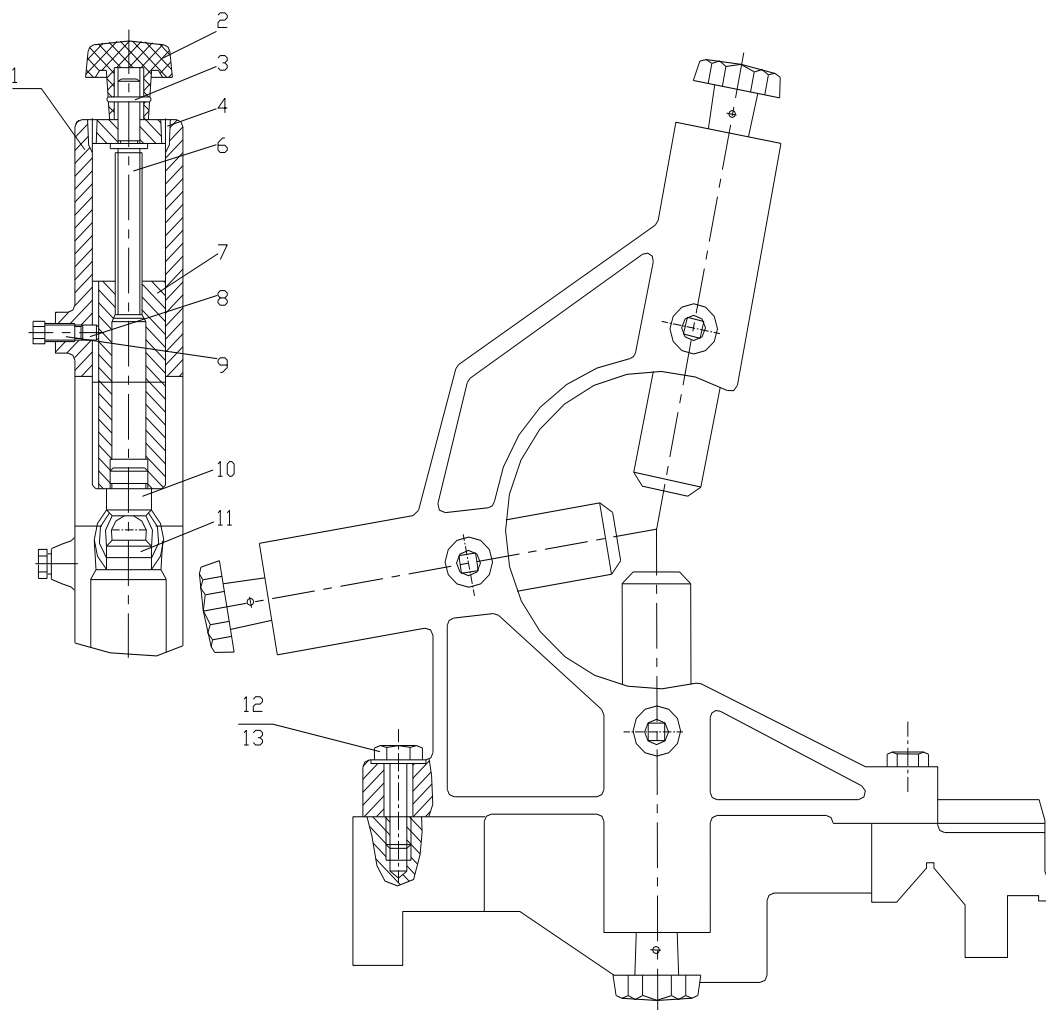
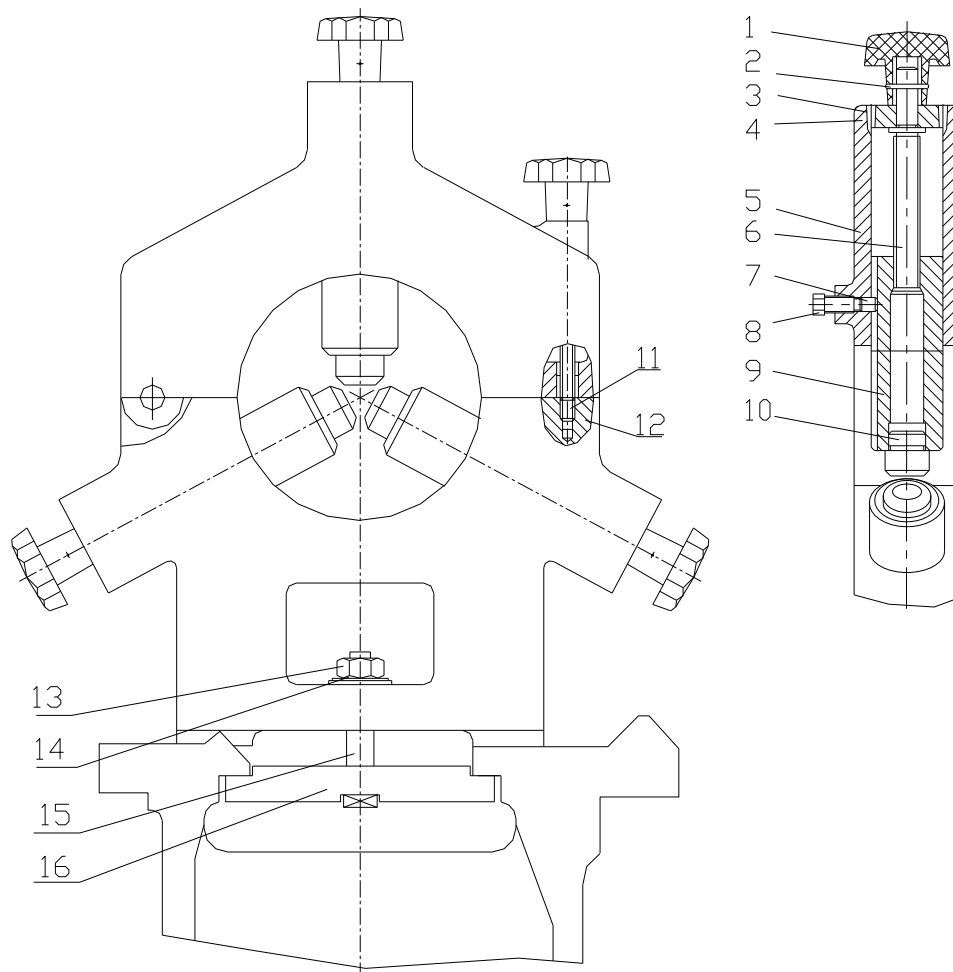

Fig.13.4.1
Fig.13.4.2
13.4.Lünetten. (Fig.13.4.1 und Fig.13.4.2)
Die bewegliche Lünette (fig.13.4.1) wird fest zum Supportbrett mittels Bolzen 12 gefestigt. Die Teile werden gestützt, indem man die Bolzen 9 1-2 Umdrehungen abschraubt; mittels der Griffen 2 und der Stiften 6 werden die Pinolen 7 zu den Teilen verschoben, bis die Stützen 10 auf dem Teil stützen. In dieser Position werden die Pinolen fixiert und die Bolzen 9 angeschraubt.
Die feste Lünette fig.13.4.1 wird zu den Parallelen des Körpers mittels Lasche 16, Bolzen 15 und Mutter 13 befestigt. An der so befestigten Lünette werden auf im voraus gewählten Stelle längs des Bettes die Bolzen 8 um 1-2 Umdrehungen abgeschraubt, die Pinolen 9 werden bis Endposition herausgenommen. Der Oberteil der Lünette wird vom Stativ losgelöst, indem den Stift 11 mit dem Griff abgeschraubt wird und nach hinten geöffnet. Nach Befestigung des Teils wird der Oberteil geschlossen und fest zum Stativ mit dem Bolzen 11 gefestigt. Der Teil wird gestützt durch Heranrücken der Pinolen 9 zu ihm und das Anlegen der Stützen 10 darauf. Infolge des Anschraubens der Bolzen 8 werden die Pinolen fixiert.